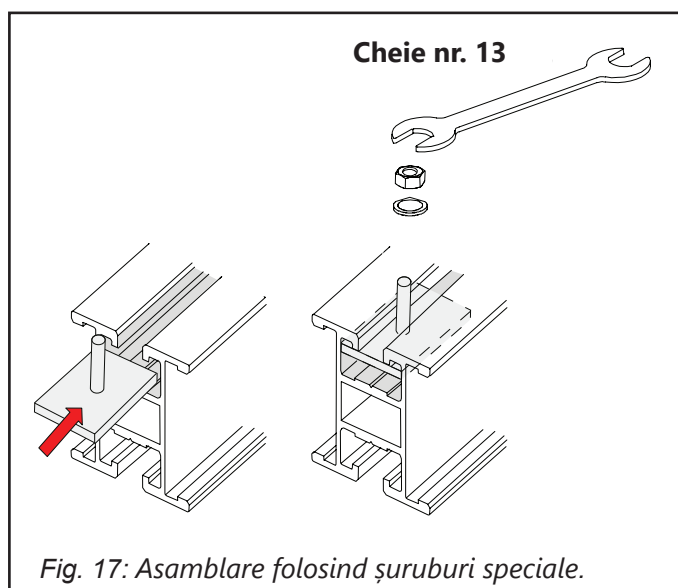

Fig. 17: Asamblare folosind șuruburi speciale.
- Inșerați șurubul M8 cu cap special (Fig.17) în canelura șinei.